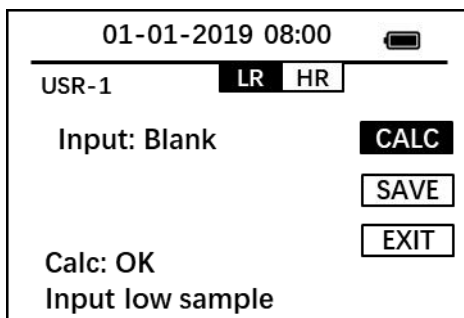

图 11 空白校准完成
2. 根据提示信息，放置空白样到样品室，按CALC键，显示Calc OK，即空白校准完成；如图 11 所示。
4. 根据提示信息，放置空白样到样品室，按CALC键，显示Calc OK，即空白校准完成；如图 11 所示。